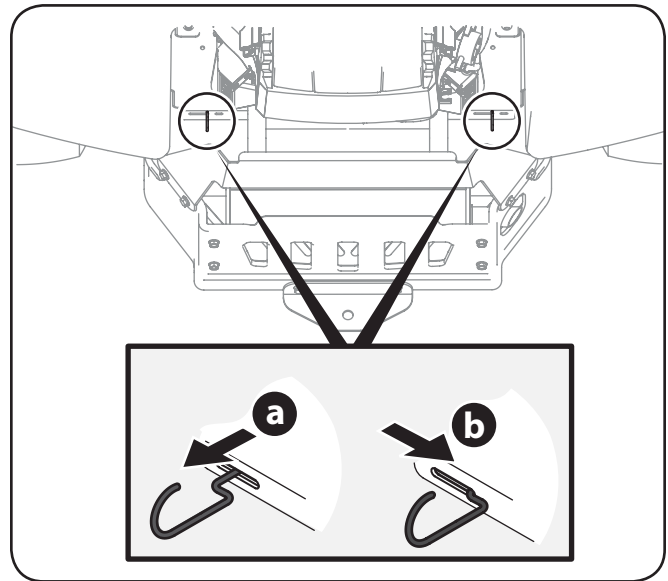

Figura 6-5
1. Desde la parte trasera del tractor, ubique las varillas de derivación de transmisión, justo en el interior de los dos neumáticos traseros. Consulte la Figura 6-5.
2. Enganche las varillas de derivación de la transmisión, una a cada lado del tractor, para mover el tractor manualmente sin ponerlo en marcha. Las varillas de derivación de la transmisión están ubicadas en la parte trasera del tractor, justo en el interior de las ruedas traseras. Enganche las varillas de derivación tirando de cada una hacia afuera (a) y hacia la derecha (b) para trabarlas en su lugar. Vea la Figura 6-5.
3. Después de mover el tractor, desenganche las varillas de derivación invirtiendo los pasos a y b. Vea la Figura 6-5.